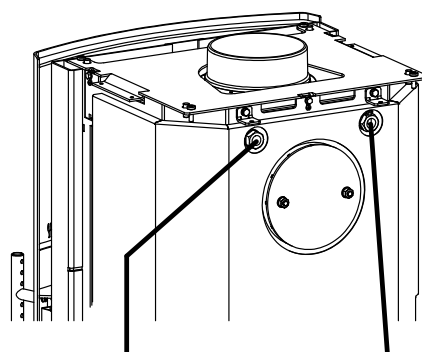

Fig. 3 Bolsa de sensor para TAS      Bolsa de sensor para sensor de temperatura „Regulador por diferencia
- Introduzca el sensor de temperatura para “Regulador por diferencia de temperatura” en la bolsa de sensor derecha y asegúrelo con el tornillo (Fig. 3).